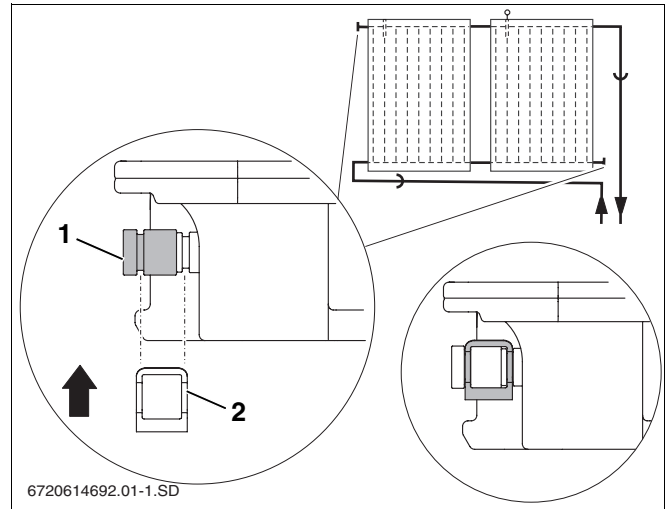

Fig. 38 Asegurar la caperuza de cierre con una abrazadera
- ▶ Deslice la caperuza de cierre con las juntas tóricas (fig. 38, **pos. 1**) sobre la conexión del colector.
- ▶ Deslice la abrazadera (fig. 38, **pos. 2**) sobre la caperuza de cierre y la conexión del colector para asegurar dicha conexión.